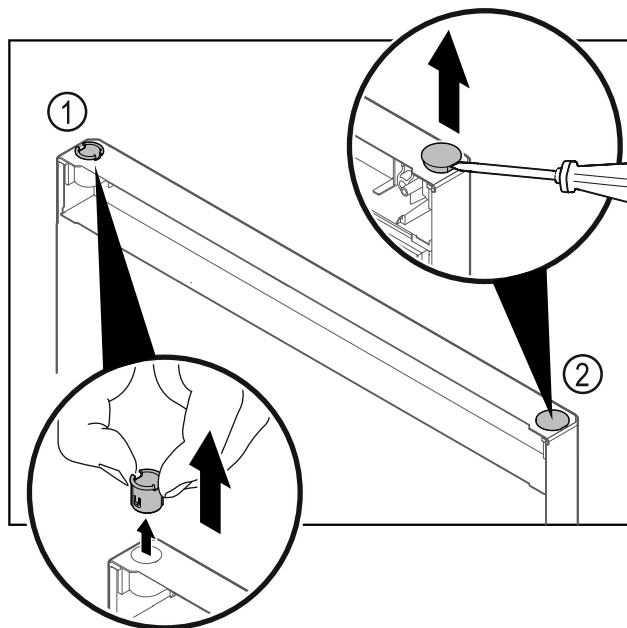

Fig. 17
- ▶ Pouzdro závěsu Fig. 17 (1) vytáhněte prsty.
- ▶ Krycí zátku Fig. 17 (2) opatrně nadzvedněte plochým šroubovákem a vytáhněte.